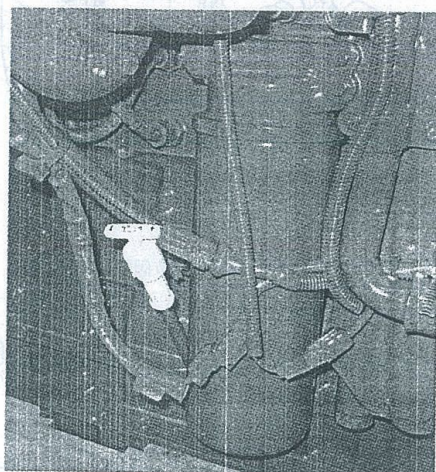

图 1-369 LF9009 型机油
1) ISLe CM2150 发动机使用的是 LF9009 型机油滤清器, 见图 1-369。该机油滤清器内